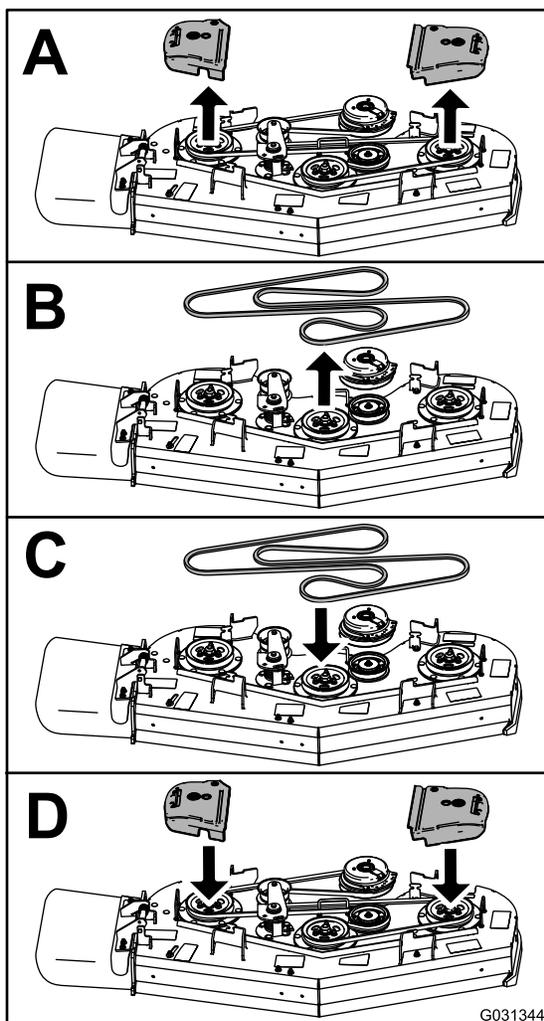

Figura 70
3. Sustituya la correa según se muestra en la Figura 70.